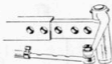

Fig. 34.
4. Montera bultarna A och drag fast bulten B. Kontrollera att styrstaget har fått lika stor förlängning som framaxeln. (Se vidare fig. 34).